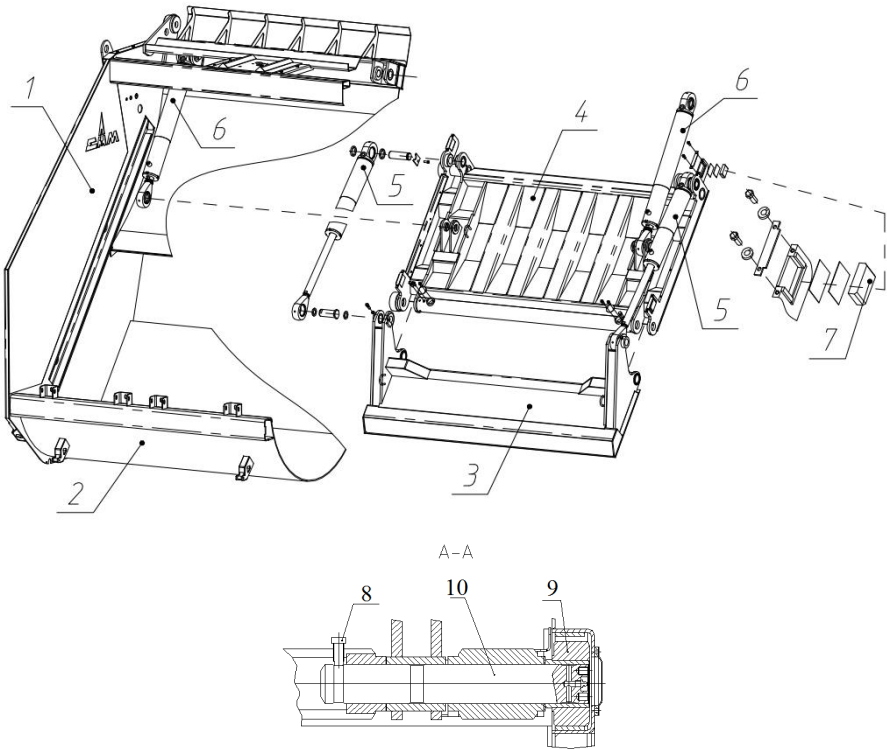

Рисунок 4.2.1 – Борт задний
4.2 Борт задний (Рисунок 4.2.1)
Борт задний крепится к кузову пальцами. Подъем - опускание борта осуществляется цилиндрами одностороннего действия (Рисунок 4.2.1). Фиксация борта заднего происходит за счет опускания замков на борту в кронштейны, приваренные на кузове. В поднятом положении при проведении регулировочных и ремонтных работ борт задний устанавливается на упоры. Работа заднего борта при загрузке кузова мусором осуществляется следующим образом: перед началом загрузки ванны мусором, плиты прессующая и подающая устанавливаются в исходное (верхнее) положение. После загрузки ванны мусором прессующая плита поворачивается вверх, затем подающая опускается вниз – происходит холостой ход прессующего механизма. Затем прессующая плита поворачивается вниз и выгребает мусор из загрузочной ванны. После этого подающая плита подается вверх и перемещает мусор в кузов. Эти четыре последовательные движения плит прессующего механизма составляют цикл прессования мусора. В нижней части между кузовом и задним бортом имеется резиновое уплотнение, препятствующее вытеканию жидкости из кузова.